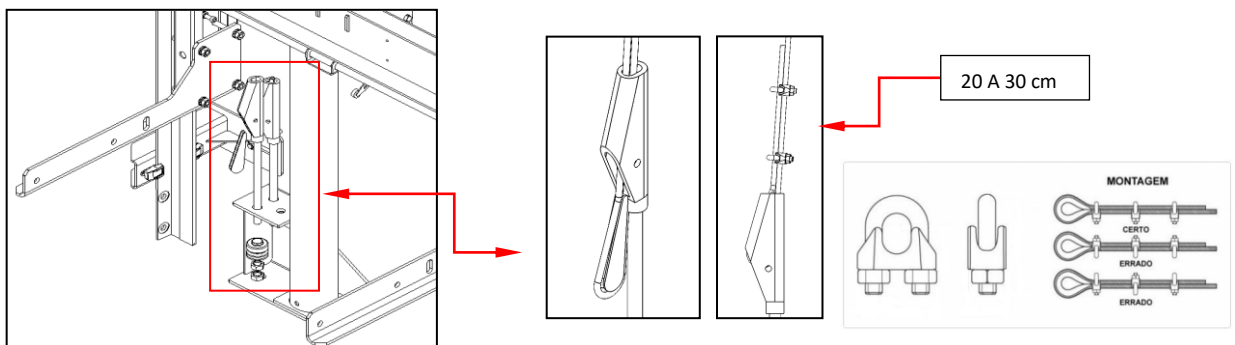

Figura 14: Montagem dos tirantes inferiores
- Posicionar os braços da arcada direito e esquerdo nas guias (já montados em "L"), conforme figura 14. Realize primeiro o travamento das peças fixando a travessa do freio da arcada (1), e depois a travessa de travamento dos fechamentos(2).Travar a viga central no batente do braço da arcada.
- Monte os tirantes inferiores no suporte conforme figura 14.